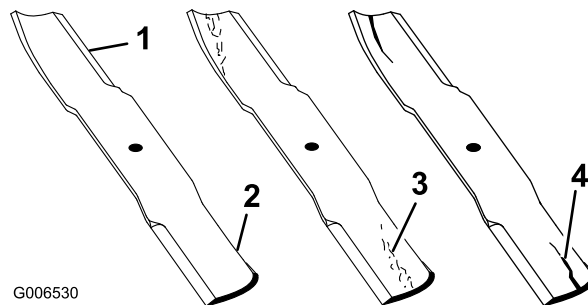

Figura 97
- Inspeccione los filos de corte (Figura 97). Si los bordes no están afilados o tienen muescas, retire las cuchillas y afílelas. Consulte Afilado de las cuchillas.
- Inspeccione las cuchillas, especialmente la parte curva (Figura 97). Si observa daños, desgaste o la formación de una ranura en esta zona (Figura 97), instale inmediatamente una cuchilla nueva.